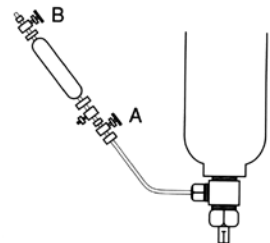

図22：ボンベからの試料採取操作
- ① 試料の入っているボンベを倒立又は傾斜させ、耐圧試料採取器を専用の導管を用いてボンベの出口と連結します（図22参照）。
- ② 試料採取器のバルブA及びBを開き、次にボンベのバルブを少しずつ開けて少量の試料を気化させ、試料採取器を通して放出します。
- ③ バルブBを閉じ、ボンベのバルブを開けて試料を採取器に入れます。